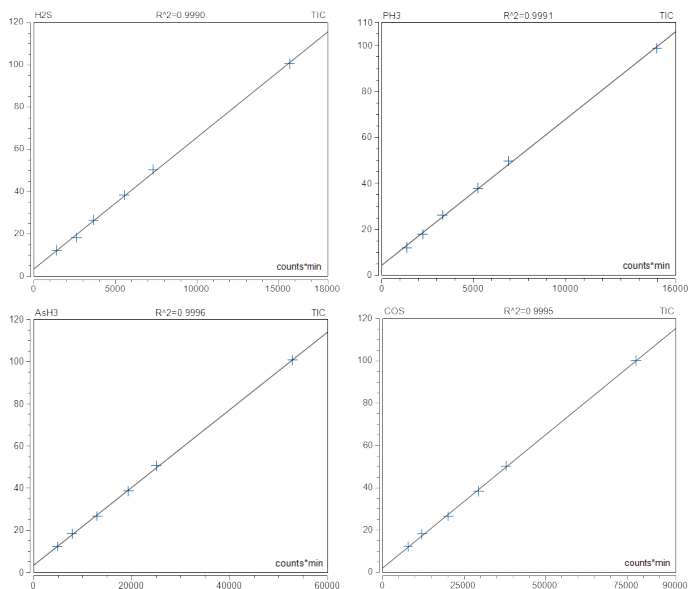

图3. 乙烯中四种化合物校准曲线
3.1.2采用上述仪器分析方法，对硫化氢、磷化氢、砷化氢和羰基硫进行6个浓度点的校准曲线绘制，其线性相关系数R²均大于0.9990，线性关系良好。硫化氢、磷化氢、砷化氢和羰基硫浓度范围、线性相关系数、检出限（S/N >3）结果见表3；各组分在低浓度点的重复性测试结果见表4；四个化合物的校准曲线见图3。